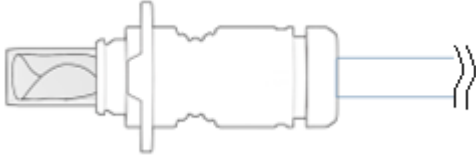

Bild 6. Granskning av implantatet (inuti laddningskanylen).
- Kontrollera visuellt att implantatet är helt (inuti laddningskanylen). Det ska inte finnas några räfflor, veck eller bristningar (se Bild 6).